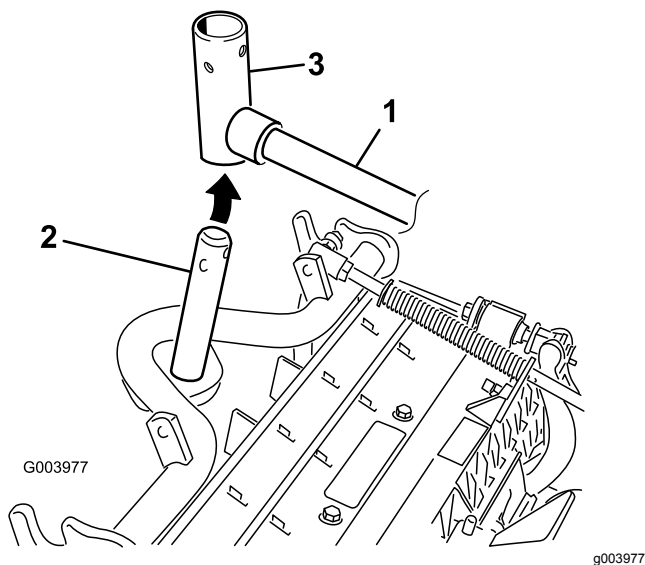

Figura 11
8. Per gli elementi di taglio anteriori, infilate un elemento di taglio sotto il braccio di sollevamento mentre inserite l'albero del telaio portante nella forcella di articolazione del braccio di sollevamento (Figura 11).
- B. Inserite la forcella del braccio di sollevamento nell'albero del telaio portante (Figura 11).